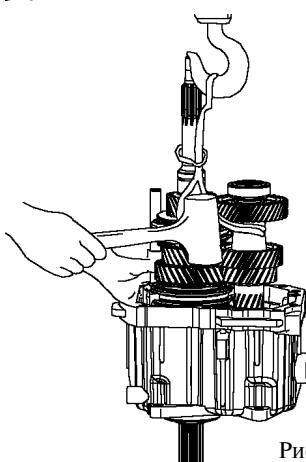

Рис. 6.14. Демонтаж валов
- для упрощения демонтажа закрепите вторичный вал, промежуточный вал и вал переключения передач веревкой или ремнем и подвесьте (рис. 6.14);
13. После нагревания произведите демонтаж валов, слегка ударяя по заднему картеру резиновым молотком (см. рис. 6.14).